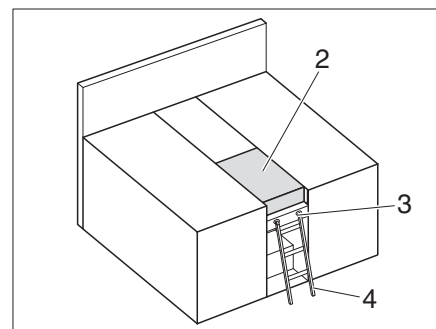

Bild 175 Doppelbett
- Zusatzpolster (Bild 175,2) auflegen.
Aufstiegsleiter Zum Besteigen des oberen Bettes die serienmäßig beigelegte Aufstiegsleiter (Bild 175,4) benutzen.
- Die Aufstiegsleiter (Bild 175,4) mit den Holmen in die Halterung (Bild 175,3) an der Blende einhängen.